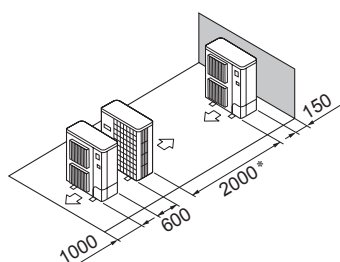

Fig. 2-13
- ⑤ Расположение блоков в один горизонтальный ряд (Fig. 2-13)